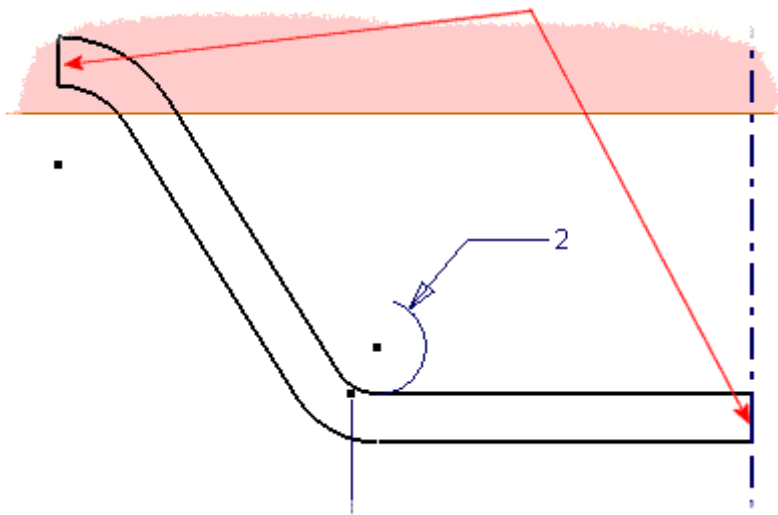

Bild 13: Komplette Skizzengeometrie
11. Starten Sie den Befehl *Versatz* um die aktuellen Skizzenelemente zu kopieren. Fügen Sie noch abschließend vertikale Linien zu der Skizze hinzu, um die Kontur zu schließen (siehe Bild 13).